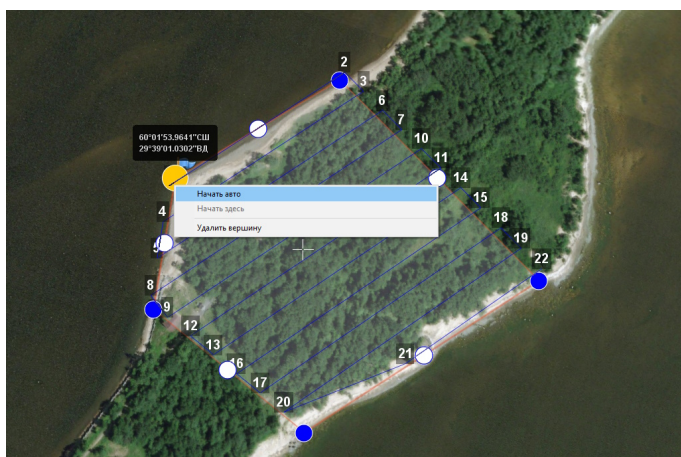

Рис. 50: Точка входа в полигон по умолчанию
- Для того чтобы вернуться к автоматическому выбору точки входа, в контекстном меню любой вершины выберите пункт **Начать авто** (рис. 50).